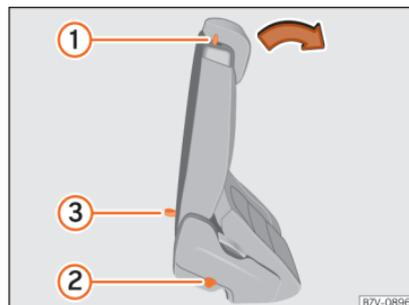

Abb. 137 Zweite Sitzreihe: Bedienelemente der Einstiegshilfe.
- Gegebenenfalls Gegenstände aus dem Fußraum der zweiten Sitzreihe entfernen » ❶
- Hebel » Abb. 137 ❶ nach vorn drücken und Rücksitzlehne nach vorn klappen. Dieser Sitz klappt komplett nach vorn » ⚠ und kann in Längsrichtung noch weiter nach vorn geschoben werden.
- Der Rücksitz muss sicher eingerastet sein, damit die Schutzwirkung der Sicherheitsgurte auf den hinteren Sitzplätzen gewährleistet ist. Die rote Markierung » Abb. 137 ❷ darf nicht
Wenn der Hebel » Abb. 137 ❶ außer Funktion ist, z.B. nach einem Unfall, können die Sitze der zweiten Sitzreihe von der dritten Sitzreihe aus nach vorn geklappt werden, um den Ausstieg aus der dritten Sitzreihe zu erleichtern » ⚠.
- Schlaufe » Abb. 137 ❸ nach hinten ziehen und Rücksitzlehne nach vorn klappen. Der komplette Rücksitz klappt nach vorn » ⚠.
- Eine rote Markierung an der Seite des Sitzes » Abb. 137 ❷ signalisiert eine nicht eingerastete Lehne. Die rote Markierung darf im korrekt eingerasteten Zustand nicht sichtbar sein.